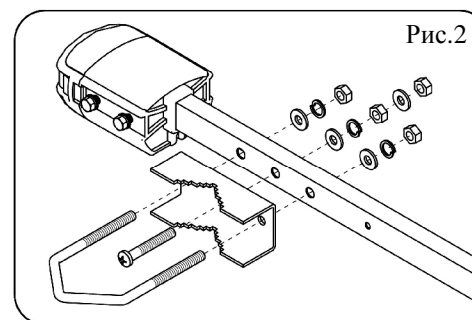

Рис.2
5.4. Установить на штангу узел крепления согласно рис.2. Призму крепить винтом №1.